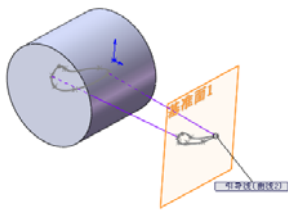

图 6-50 第二条放样引导线
4) 仿造步骤 1) ~ 3) 生成另一条曲线作为放样引导线, 如图 6-50 所示。